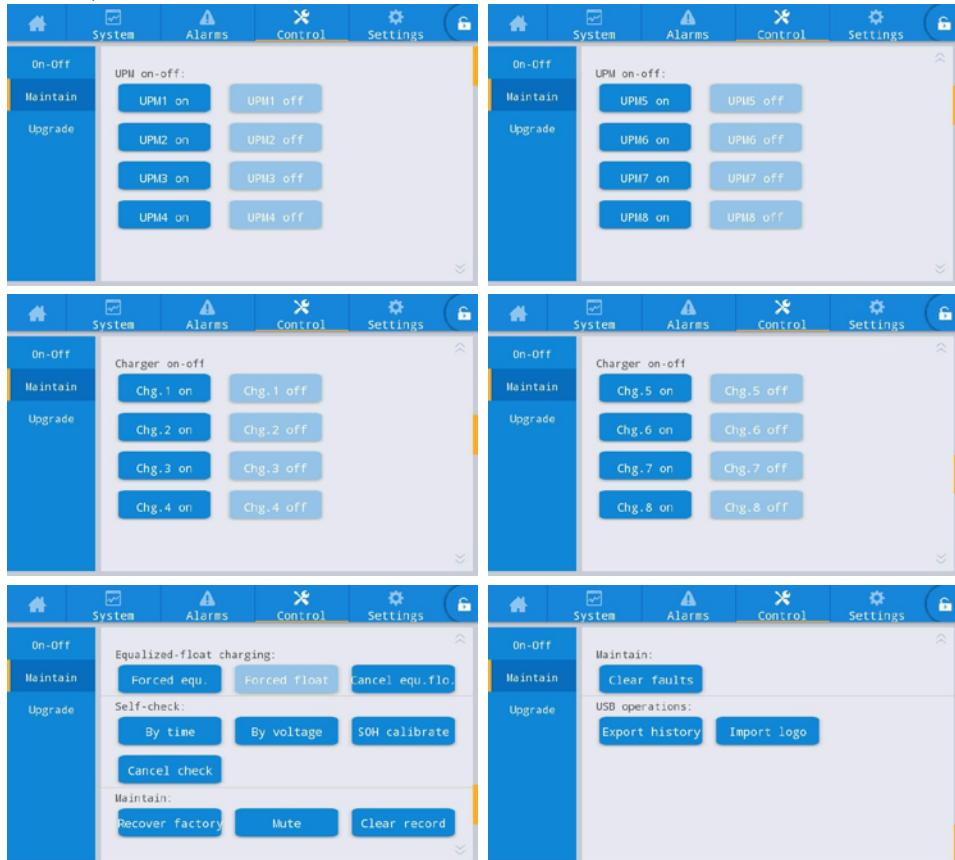

Рис. 3-19. Интерфейс обслуживания
- Интерфейс меню технического обслуживания показан на рис. 3-19, а описание интерфейса – в таблице 3-18.